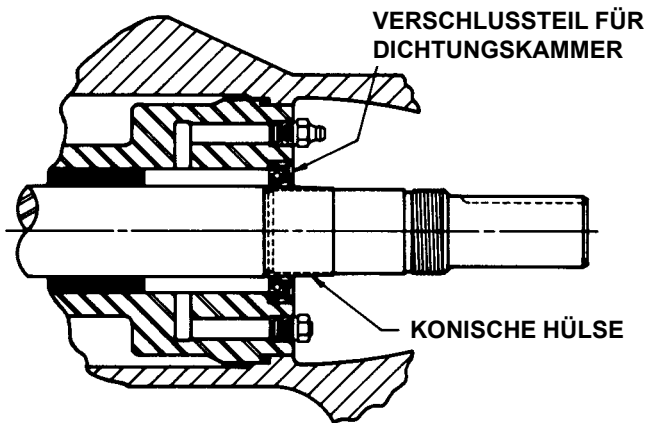

ABBILDUNG 9
Füllen Sie die Schmierstoffkammer des Gehäuses wieder mit Mehrzweckfett und setzen Sie die konische Hülse wie in **Abbildung 9** dargestellt in das Dichtungsverschlussteil. Reinigen Sie die Dichtflächen beider Dichtungsteile mit Öl, bevor Sie den Rotor und die Welle einbauen.
2. Stellen Sie sicher, daß die Welle keine Grate oder Fremdkörper aufweist, die das Gehäuselager beschädigen könnten. Installieren Sie den Rotor und die Welle. Schieben Sie das Ende der Welle in das Gehäuselager, und drücken Sie unter leichter Drehung von rechts nach links, bis die Enden der Rotorzähne gerade unter der Frontfläche des Gehäuses stehen. Füllen Sie die Schmierungskammer des Gehäuses mit einem Mehrzweckfett und plazieren Sie die konische Hülse in der Lippendichtung wie in Abbildung 9 gezeigt. Entfernen Sie die konische Hülse von der Welle (Serie 4724).